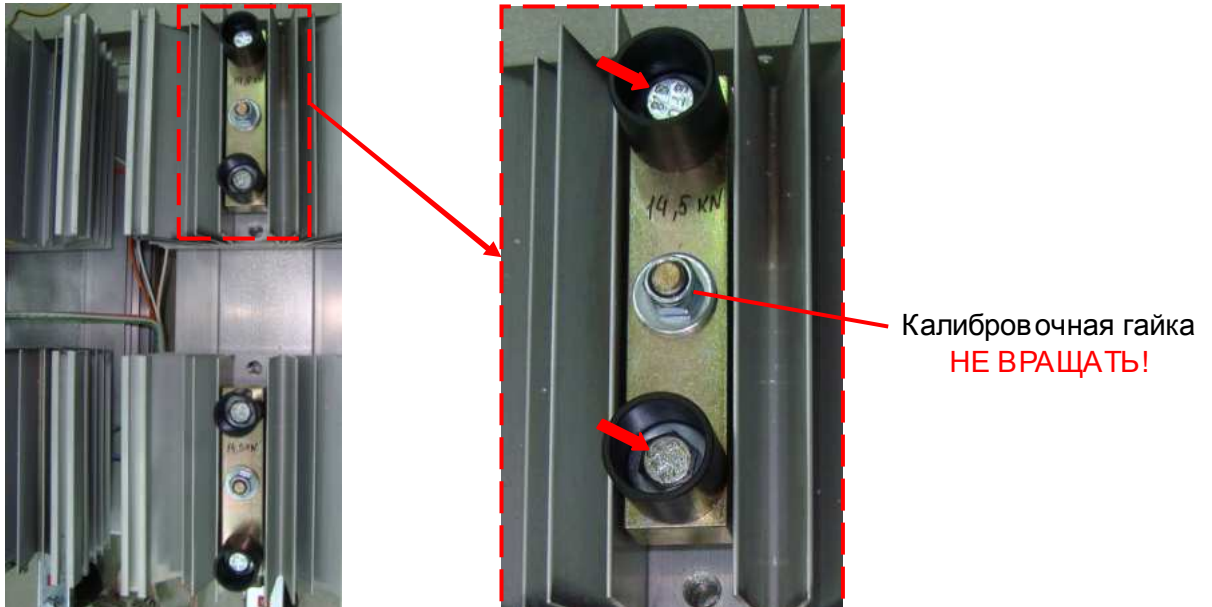

Рис. 6.24
6.13.7.5. Необходимая сила прижатия радиаторов к тиристорам задается специальным калиброванным крепежным устройством (сила прижатия указывается на устройстве). Для демонтажа необходимо отворачивать головки болтов (рис. 6.24, красные стрелки) поочередно, не допуская перекоса устройства. При отворачивании болтов необходимо придерживать от падения пластину с резьбовыми отверстиями, расположенную под нижним радиатором.